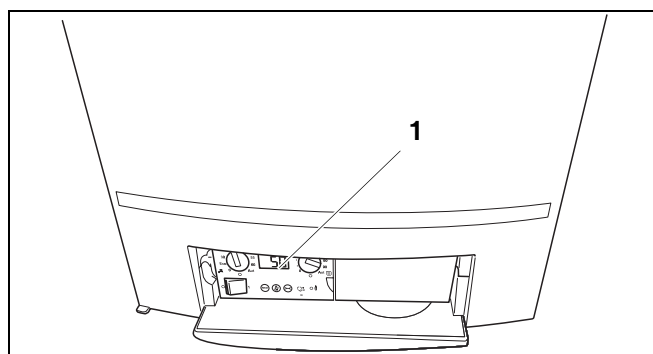

Fig. 54 BC10
Basiscontroller BC10 befinder sig bag klappen på venstre side (fig. 54, **pos. 1**).